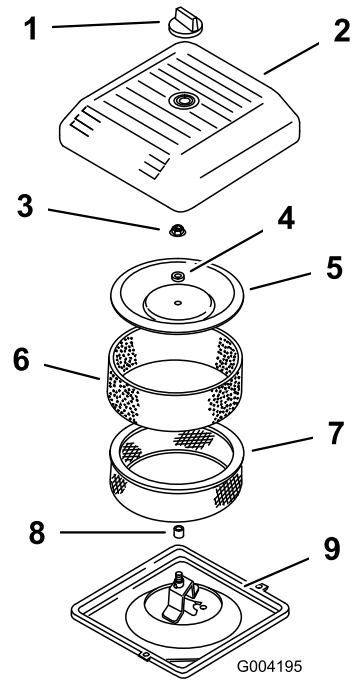

Figura 41
3. Desenrosque el pomo y retire la tapa del limpiador de aire (Figura 41).
4. Separe cuidadosamente el filtro de espuma del filtro de papel (Figura 41).
5. Desenrosque la tuerca de la tapa y retire la tapa, el espaciador y el filtro de papel (Figura 41).
2. Coloque el conjunto del limpiador de aire sobre su base (Figura 41).
3. Instale la tapa y el espaciador y fíjelos con la tuerca de la tapa (Figura 41). Apriete la tuerca a 11 N·m (95 pulgadas-libra).
4. Instale la tapa del limpiador de aire y fíjela con el pomo (Figura 41).